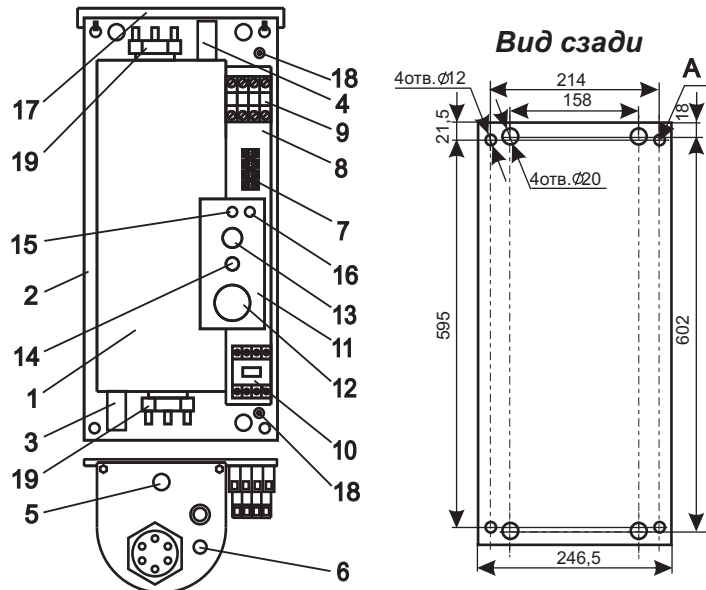

Рисунок 1 (кожух не показан):
4.1 Приборы ЭВАН-С1 -3; -4; -5; -6; -7,5; -9; -12; -15; -18; -24; -30 в соответствии с рис. 1 состоят из следующих основных частей:
- котла (1) с входным (3) и выходным (4) патрубками G 1¹/₄, датчиком терморегулятора (6), аварийным самовозвратным термовыключателем (5), отключающим прибор при 92° С, и блоками трубчатых электронагревателей (ТЭН) (19);
- панели (2) с зажимом заземления (18) для подключения защитного проводника РЕ;
- кронштейна (8) с размещенными на нем зажимом клеммным (7) для подключения циркуляционного насоса и датчика температуры воздуха, пускателем (10), элементами управления и сигнализации расположенными на панели управления (11);
- сигнальной лампы "НАГРЕВ" (14);